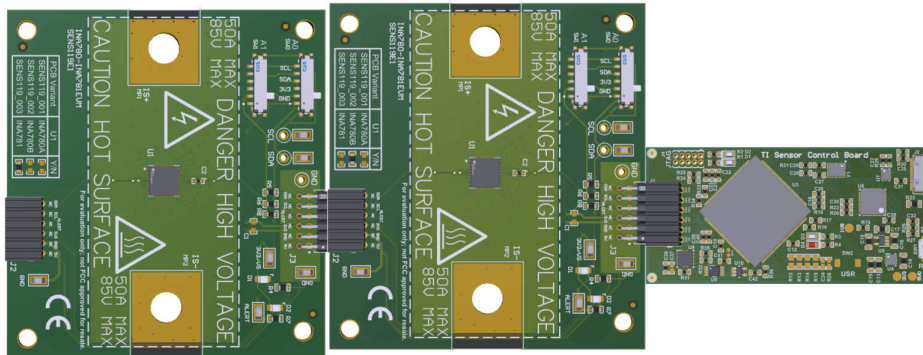

图 2-2. 多个 EVM 连接到 SCB 控制器
- a. 连接相同类型的多个 EVM 时，请参阅图 2-2。
如果使用多个 EVM , 如图 2-2 所示进行连接。确保对每个器件使用不同的芯片选择/地址。GUI 一次仅支持一个 EVM 或器件类型 ; 总共最多四个 EVM。